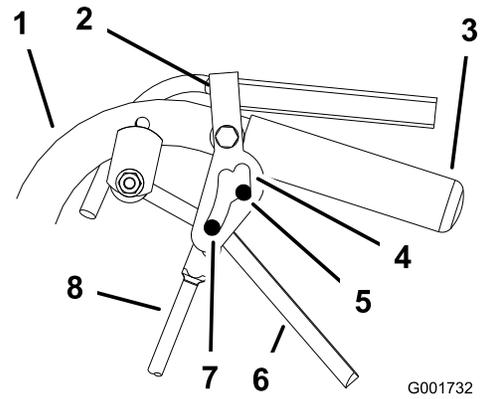

Figura 43
5. Quite y ponga el cierre de bloqueo de punto muerto, comprobando que la rueda no gira (Figura 43). Continúe con este proceso hasta que la rueda no gire.